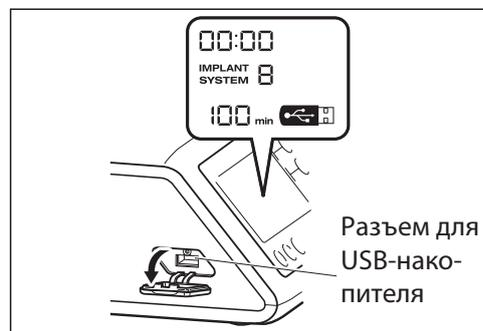

Рис. 13
- 2) Вставьте USB-накопитель. На дисплее появится значок USB-накопителя, затем прибор распознает его. (Рис. 13)